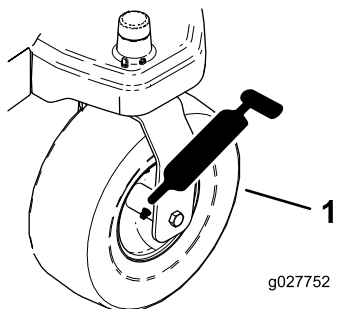
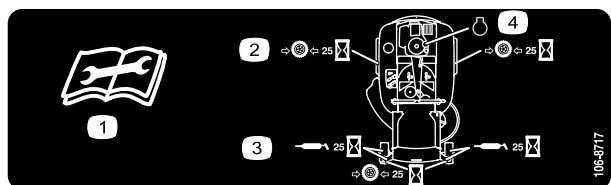

Bild 31
Bild 32
3. Reinigen Sie die Schmiernippel (Bild 31 und Bild 32) mit einem Lappen.
4. Setzen Sie die Fettpresse nacheinander an allen Nippeln an (Bild 31 und Bild 32).